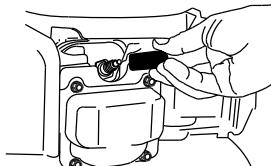

Bild 22
- Ziehen Sie das Zündkabel von der Zündkerze (Bild 22) ab, bevor Sie Wartungsarbeiten ausführen.